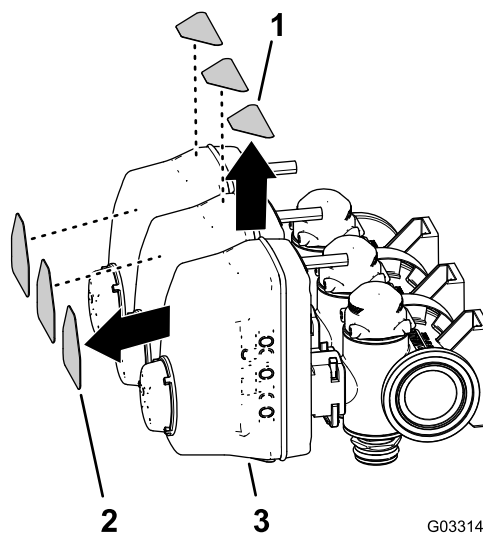

Figura 61
4. Retire os 3 autocolantes da válvula da rampa e os 3 autocolantes de ajuste de derivação (Figura 61).